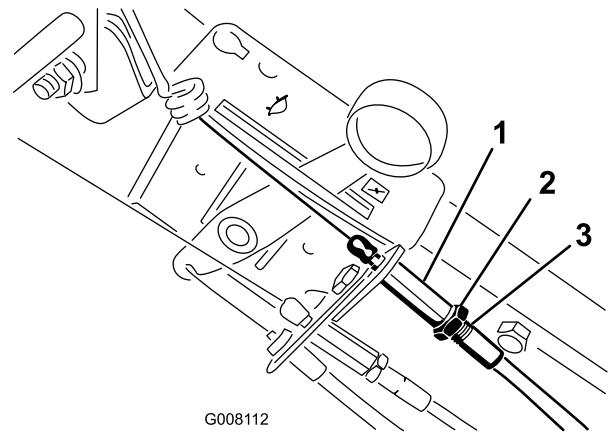

Figura 28
4. Vuelva a ajustar el cable en el manillar de manera que quede expuesta una longitud de 6 mm (1/4 pulgada) de la rosca, y apriete la tuerca (Figura 28).